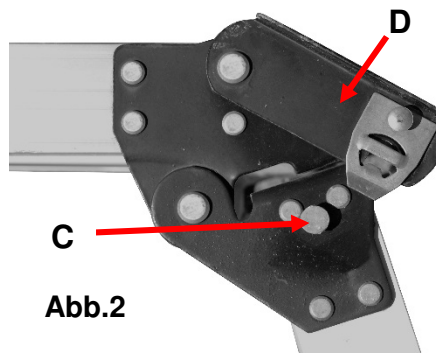

Abb.2
2. Schieben Sie dazu den Sicherungshaken (C) über den Sicherungszapfen (D) (Abb.2).
2. Push the locking hook (D) over the locking pin (C) (Fig.2).